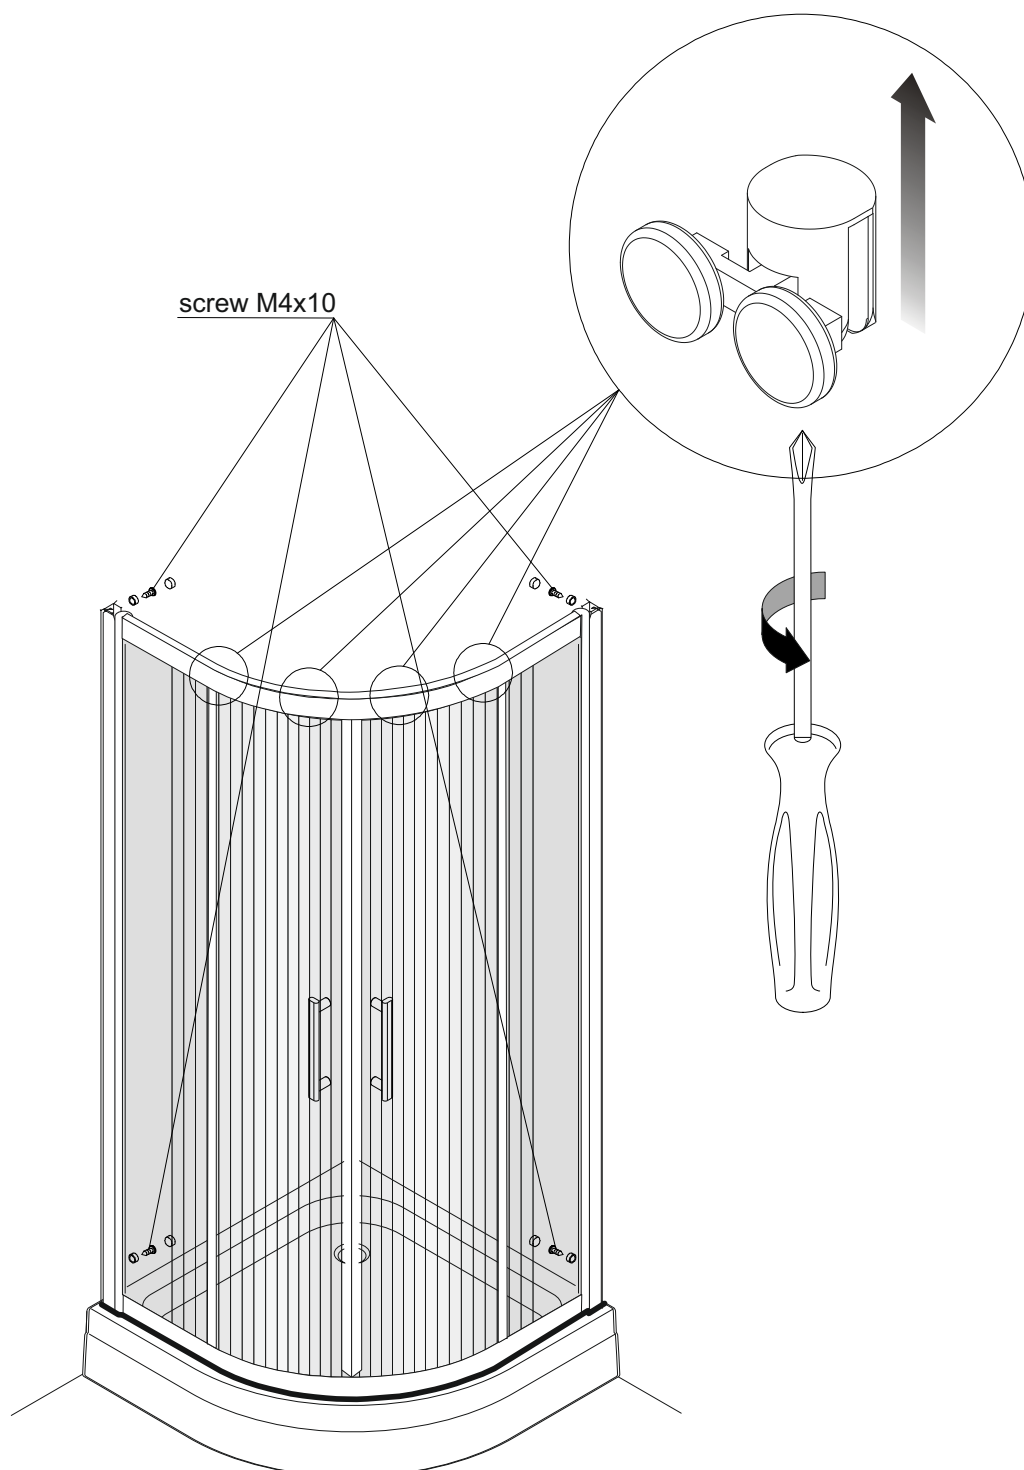

Fig. 12
11) Adjust the upper wheels to make sure the sliding doors move smoothly and in good sealing. As Fig. 12
11) Regolare i carrelli di scorrimento superiore in modo tale da assicurare un perfetto scorrimento delle porte e tenuta d'acqua del box doccia. Vedi fig. 12